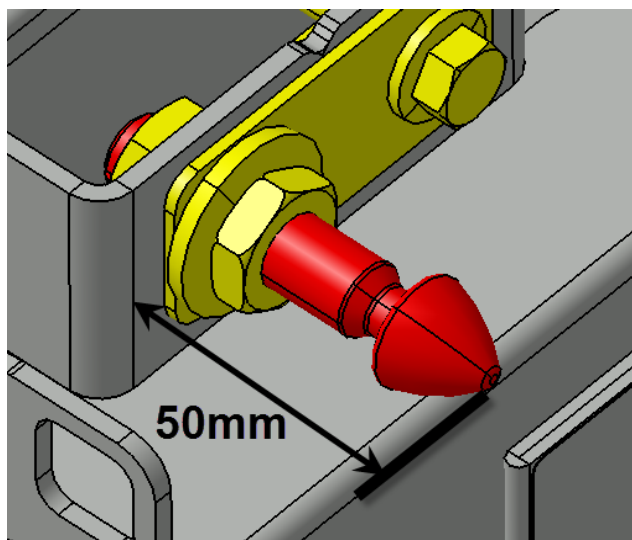

FIGURE 12
11. Avant le premier essai de fermeture complète de la porte, s'assurer que la goupille d'alignement/verrouillage n'exécède pas de plus de 2" (50mm) son support. (Figure 12). La porte peut être endommagée lors de la fermeture si cette condition n'est pas respectée.